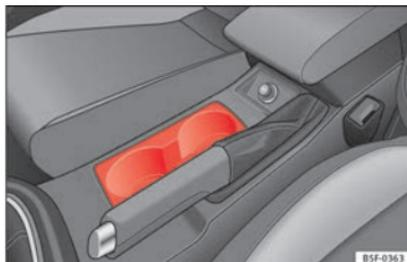

Fig. 155 Consolle centrale: portabevande anteriore.
- Porre le bevande nel supporto »» **fig. 155**. Si possono riporre due lattine. Le coperture